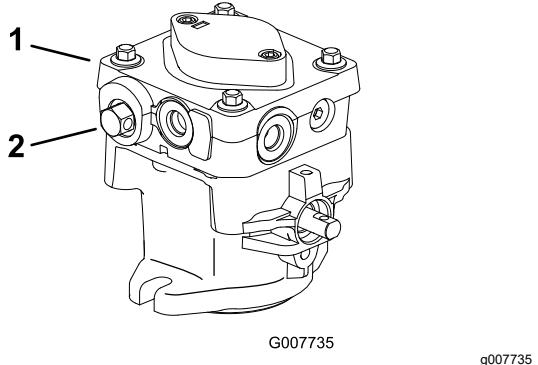

Figura 12
3. Abra las válvulas de desvío girándolas de 1 a 2 vueltas en sentido antihorario (Figura 12).